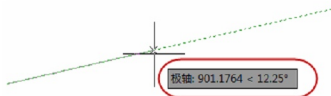

图 2-25 附加角追踪
② 【附加角】：用于设置附加角度。附加角不同于增量角，启动极轴追踪后，当系统提示指定点时，拖动光标会在增量角及其整数倍位置出现追踪线，而附加角只是追踪单独的极轴角，它没有增量。如键入附加角为“12.25”，那么只有当光标拖动到 12.25° 附近时，出现追踪线，如图 2-25 所示，而不会在 12.25° 的整数倍处显示追踪。继续拖动光标，则按增量角设置显示追踪。